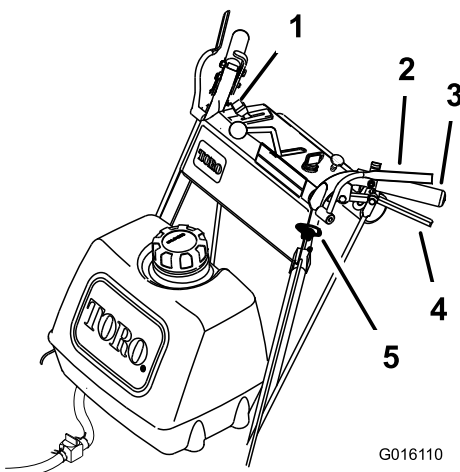

Bild 12
1. Zum Einkuppeln der Messer drücken Sie die Hebel der elektronischen Sicherheit gegen die Handgriffe (Bild 12).
1. Drücken Sie den Zapfwellenantrieb (ZWA) nach unten auf Aus“ (Bild 12).
2. Wenn Sie die Hebel der elektronischen Sicherheit loslassen, wird der Motor abgestellt und die Messer werden bei eingekuppeltem Zapfwellenantrieb ausgekuppelt (Bild 12).